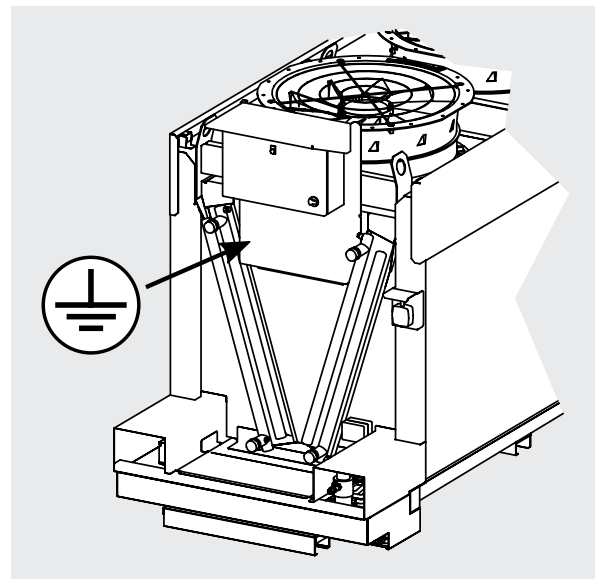

Figura 13
8.4 Per ridurre al minimo il rischio dovuto a contatti indiretti, l'impianto elettrico è collegabile a terra mediante il perno che si trova sul sostegno frontale. V. Figura 13.